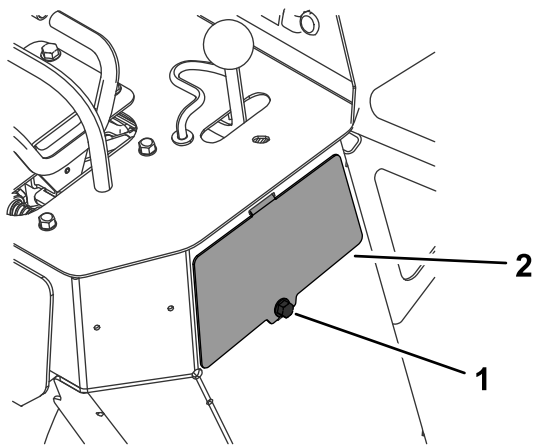

Figura 53
3. Retire el perno y el panel de acceso a la derecha de la máquina (Figura 53).
5. Instale el panel de acceso y fíjelo con el perno (Figura 53).